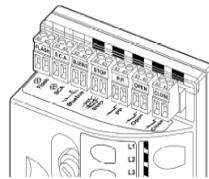

Рисунок 2.
**Описание подключений (Рисунок 2):**